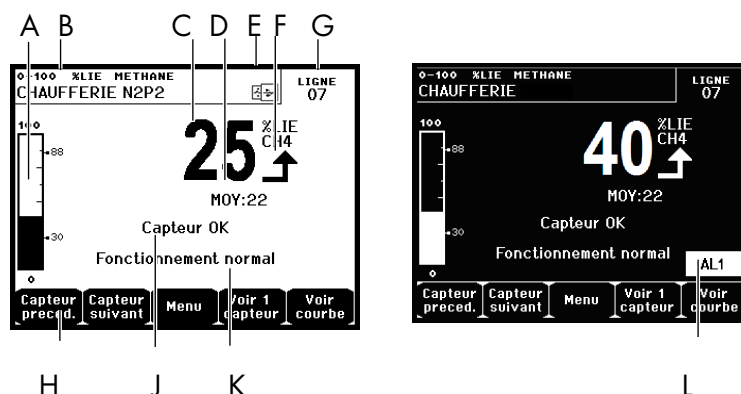

Figure 45 : exemple d'écran d'affichage des mesures en mode normal et en vidéo inverse.
- Voir 1 capteur : affichage en mode normal (Figure 45).
L. Zone d'indication des alarmes activées avec affichage clignotant des seuils. L'écran passe en vidéo inverse (Figure 45, écran de droite).
- *ON*: affichage des valeurs avec calcul de la moyenne des mesures sur 15 minutes ou 8 heures, en fonction de la programmation effectuée via l'application *COM 43*. Généralement utilisé lors de l'affichage des mesures relatives aux gaz toxiques. La mention *Valeur moyenne* est affichée sur l'écran (Figure 45, rep. D).